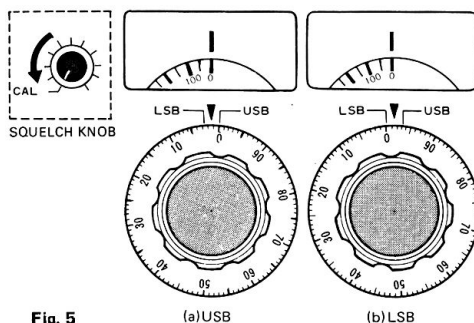

Fig. 5
4.10 - CALIBRAZIONE DELLA FREQUENZA (fig. 5)